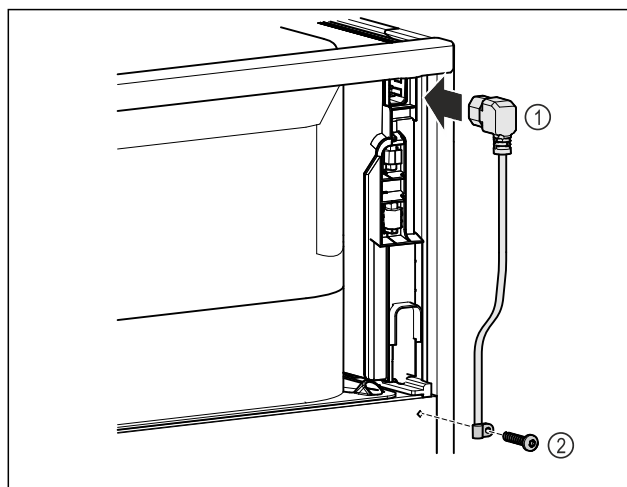

Fig. 11
▶ Dugja be a hálózati csatlakozóvezeték csatlakozóaljzatát Fig. 11 (1) a készülék hátoldalába.
▶ Szerelje fel a tehermentesítőt. Fig. 11 (2)